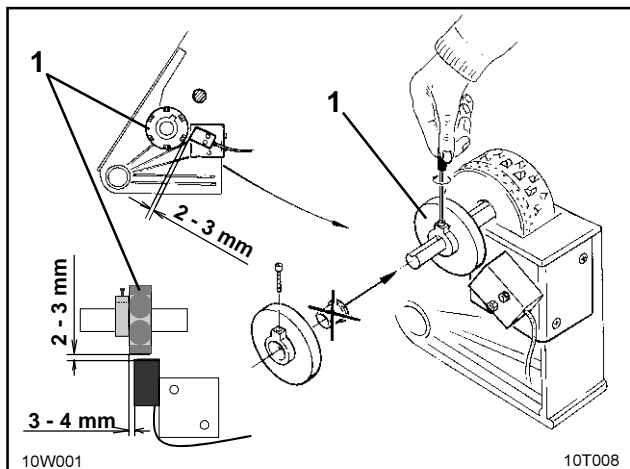

Fig. 10.2
- ☐ Fixez le support (fig. 10.2/1) avec les 6 aimants sur l'arbre de distribution.